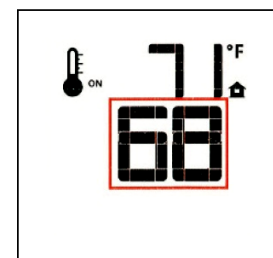

Figure 65. Modifier le réglage de température.
- Pour modifier le réglage de température, appuyez sur les touches fléchées «Haut» ou «Bas» jusqu'à ce que le réglage de température désiré soit affiché. Fig. 65.